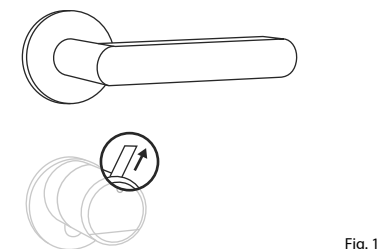

Fig. 11
⑧ Se ainda não estiver pronto, remova a tira de proteção da pilha do compartimento da pilha no manípulo interno (Fig. 11).